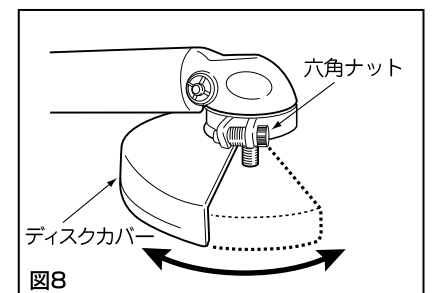

図8
6. 作業個所により、ディスクカバーの位置が変わります。六角レンチでナットを緩め、ディスクカバーを任意の位置に回して、又、しっかりと固定してください(図8)。